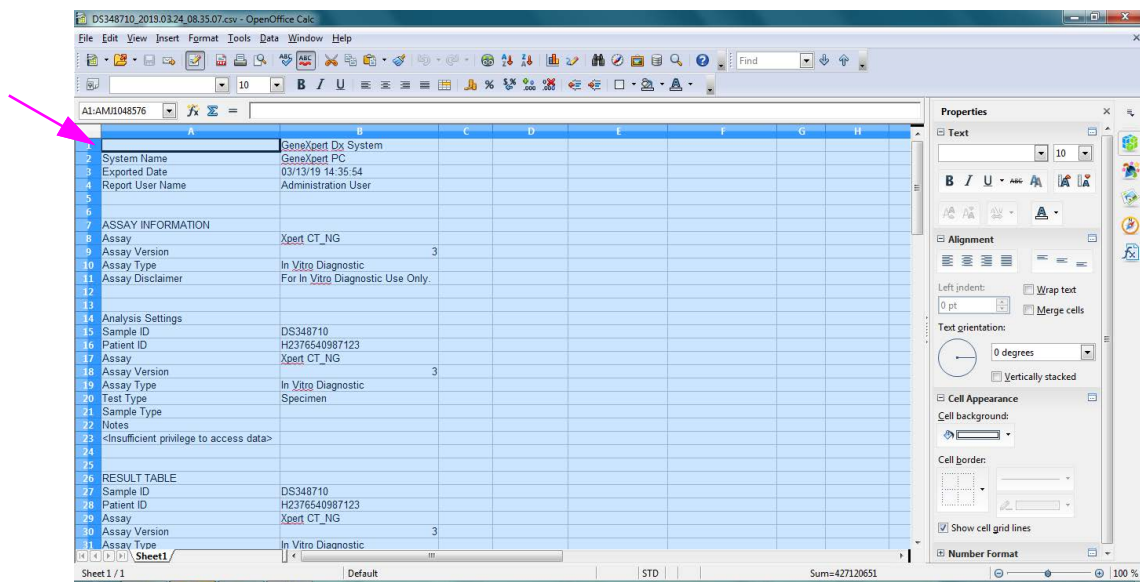

Abbildung 5-65. Alle Zellen ausgewählt
- Sobald die Datei offen ist, klicken Sie auf die obere linke Ecke des Arbeitsblatts, um alle Zellen zu markieren, wie in Abbildung 5-65 dargestellt.